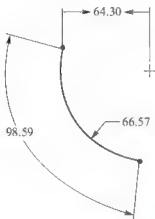

图 2.51 圆弧角度图
(2) 圆弧角度：单击圆弧的一个端点，单击圆弧的另一端点，单击要标注的圆弧，单击鼠标中键来放置尺寸，如图 2.51 所示。